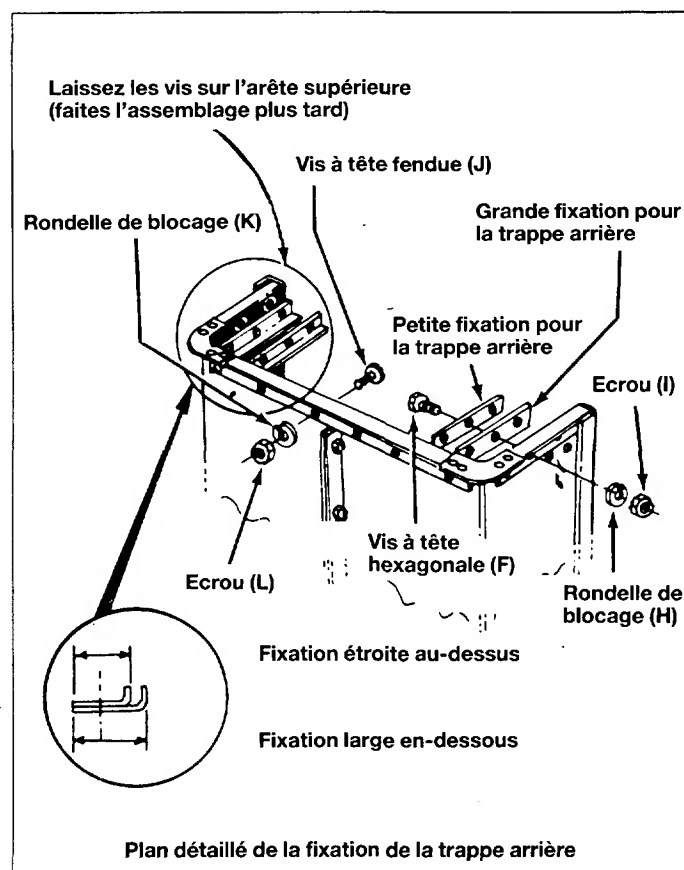

Fig. 5
7. Placez la fixation de la trappe arrière (Z) par-dessus la partie arrière de la remorque. Voir la figure 5.
8. Installez les vis (J) par la partie inférieure de la remorque et la ferrure de fixation. Installez les rondelles de blocage (K) et les écrous (L). Ne les serrez pas encore (les vis doivent être insérées par l'intérieur de la remorque.) Voir la figure 5.
9. Installez la ferrure de fixation (S) sur la trappe arrière pour que le trou soit dans le prolongement du renforcement de la trappe arrière et les côtés de la remorque. Voir la figure 5 pour les informations détaillées.
10. Vissez-la en place avec 6 vis à tête hexagonale (F), 6 rondelles de blocage (H) et 6 écrous (I). Voir la figure 5.